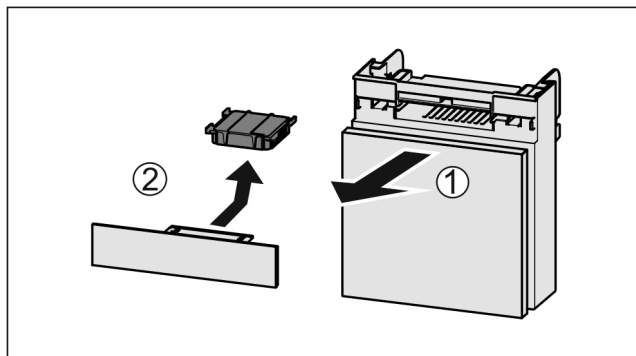

Fig. 126
- ▶ Вытянуть Fig. 126 (1) отделение движением вперед.
- ▶ Извлечение Fig. 126 (2) фильтра с активированным углем.